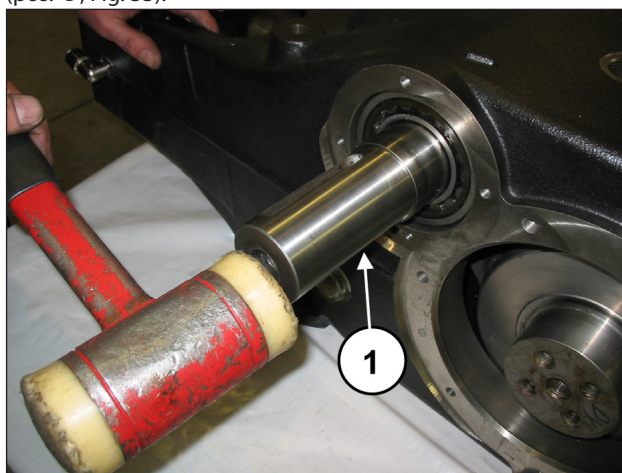
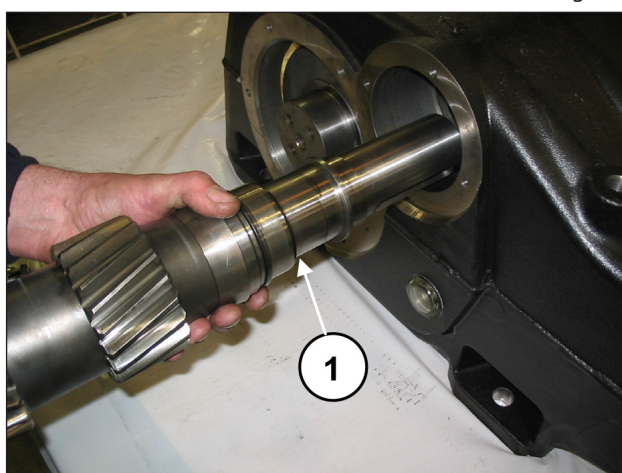

Fig. 32
Fig. 33
Mediante o uso de um mecanismo de percussão (pos. ①, Fig. 32), extraia o eixo PTO de qualquer um dos dois lados (pos. ①, Fig. 33).